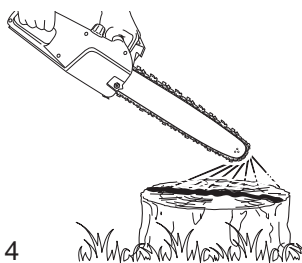

Fig.14
- > Allumez l'appareil (voir section "bouton marche/arrêt" ci-dessous); maintenez le doigt sur le bouton marche/arrêt [13] et assurez-vous que l'huile est libérée comme sur l'illustration (Fig.14).